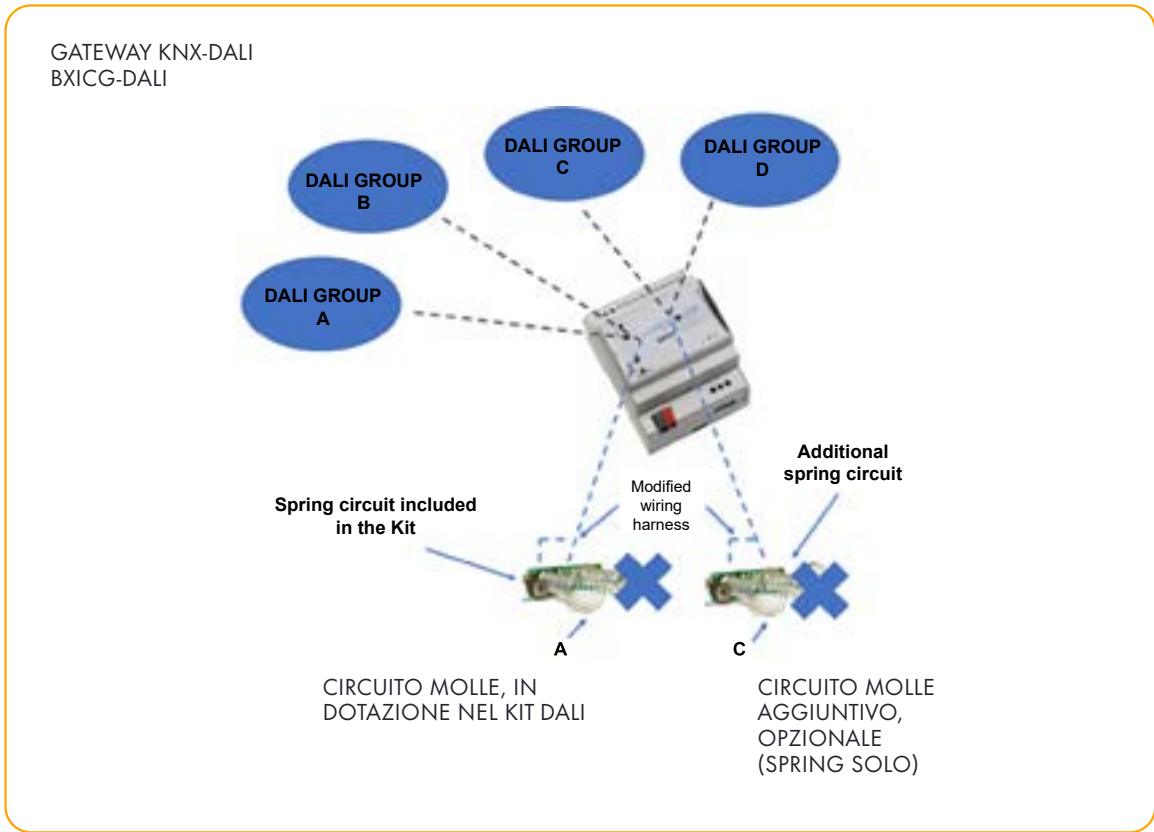

fig. 2.2
- A seguire la combinazione possibile (fig. 2.2):
A seguire la combinazione possibile (fig. 2.2):